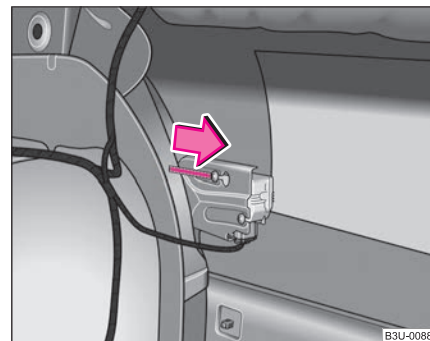

Fig. 171 Portbagajul: Descuiera de urgență a clapetei rezervorului
- Pentru a debloca clapeta rezervorului trageți de ureche în sensul indicat de săgeată ⇒ fig. 171.